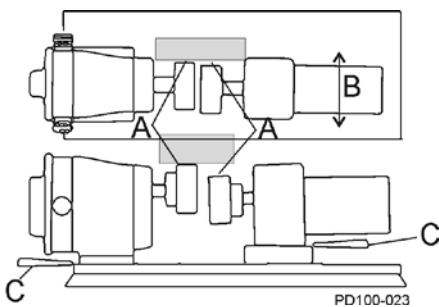

Abb. 20 - Überprüfung der Parallelausrichtung
2. Bestimmen Sie mit einer Fühlerlehre an der Stelle „A“ in Abb. 20 die Richtung und Höhe der benötigten Bewegung (Abb. 20, Einzelheit B).